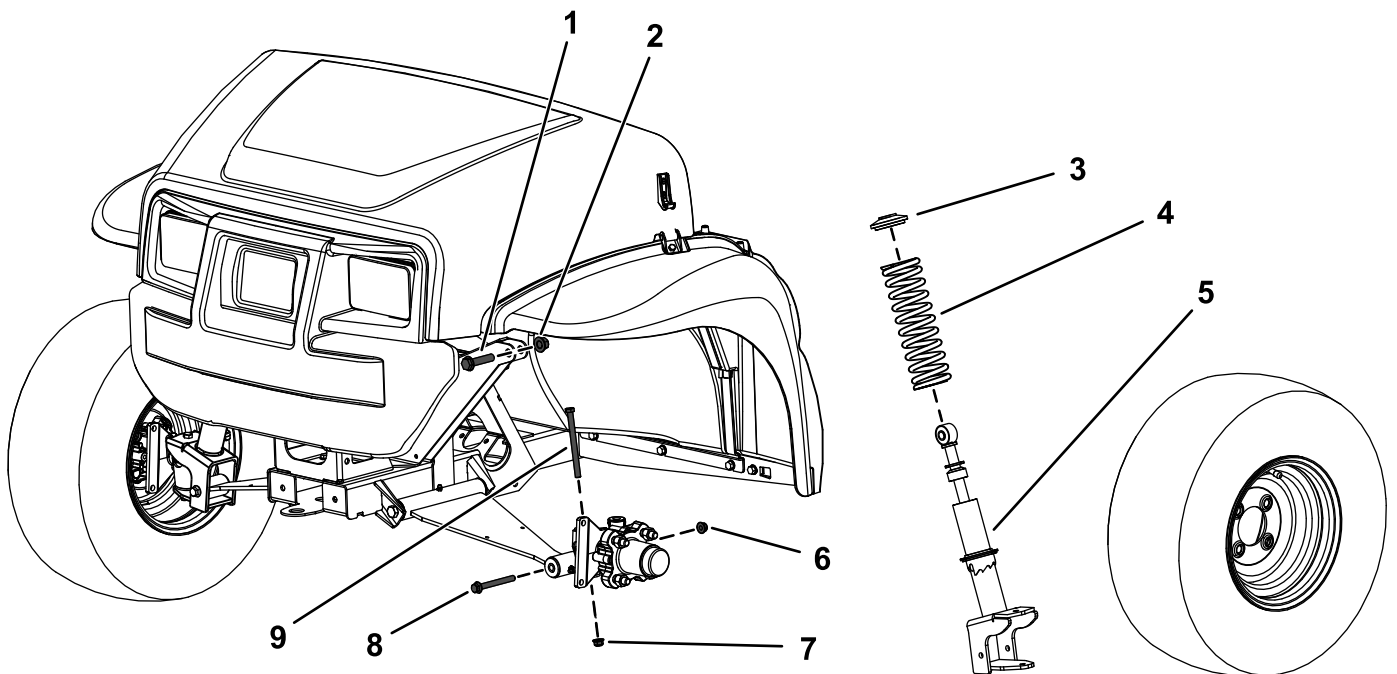

Figure 2
3. Retirez le boulon à tête hexagonale ( $\frac{3}{8}$ " x  $4\frac{3}{4}$ ") et l'écrou à embase ( $\frac{3}{8}$ ") de la fusée (Figure 2).
4. Retirez le boulon à tête hexagonale ( $\frac{3}{8}$ " x  $3\frac{1}{2}$ ") et l'écrou à embase ( $\frac{3}{8}$ ") du bras de suspension (Figure 2).
5. Retirez le boulon à tête hexagonale ( $\frac{1}{2}$ " x  $2\frac{1}{4}$ ") et le contre-écrou ( $\frac{1}{2}$ ") qui fixent la jambe de suspension au cadre supérieur (Figure 2).
6. Déposez la jambe de suspension (Figure 2).
3. Déposez le ressort la jambe de suspension (Figure 2).
4. Installez le nouveau ressort sur la jambe de suspension existante (Figure 2).
tête hexagonale supérieur ( $\frac{1}{2}$ " x  $2\frac{1}{4}$ ") et le contre-écrou ( $\frac{1}{2}$ "), comme montré à la Figure 2.
4. Placez le boulon à tête hexagonale ( $\frac{3}{8}$ " x  $4\frac{3}{4}$ ") et l'écrou à embase ( $\frac{3}{8}$ ") sur la fusée (Figure 2).
6. Fixez la partie inférieure de la jambe de suspension au bras de suspension à l'aide du boulon à tête hexagonale supérieur ( $\frac{3}{8}$ " x  $3\frac{1}{2}$ ") et de l'écrou à embase ( $\frac{3}{8}$ "), comme montré à la Figure 2.